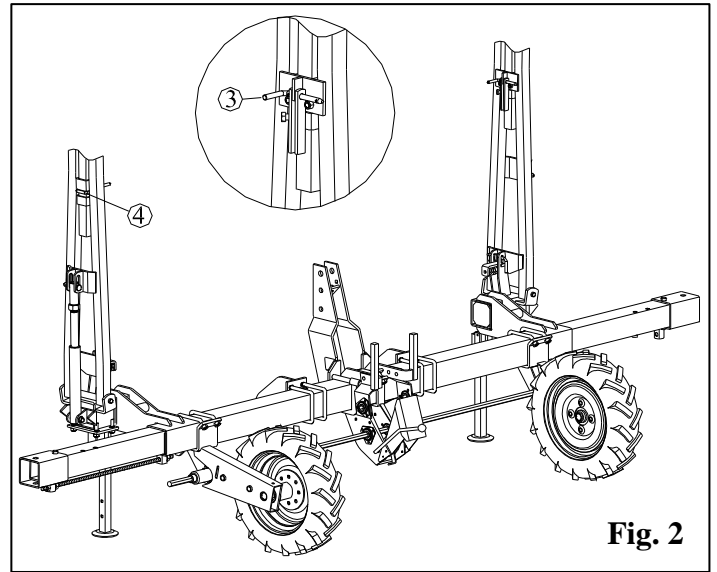

Fig. 2
La barre porte-outils doit être disposée support rayonneurs vers l'avant côté tracteur (fig. 2.)
A monter suivant fig.2 sur la partie avant du châssis.
Au transport le bras porte disque s'escamote en retirant la broche ③ (fig.2). Supprimer la bride en U ④ (fig.2).
The toolbar should be positioned with the row marker brackets facing forwards (Tractor side) (fig. 2.). Assemble with the frame extended.
To be assembled following fig.2 on the front part of the frame.
During transport the disc arm retracts when pin ③ (fig.2) is removed. Remove the U bolt ④ (fig.2).
Der Rahmen sollte so montiert werden, daß die Spuranzeigerhalter nach vorne zeigen (Traktorseite) (Fig.2).
Während des Transports sollte der Spuranzeigerarm eingezogen werden, nachdem Sie den Bolzen ③ (fig.2) entfernt haben. Die Bügelschraube herausziehen ④ (fig.2).